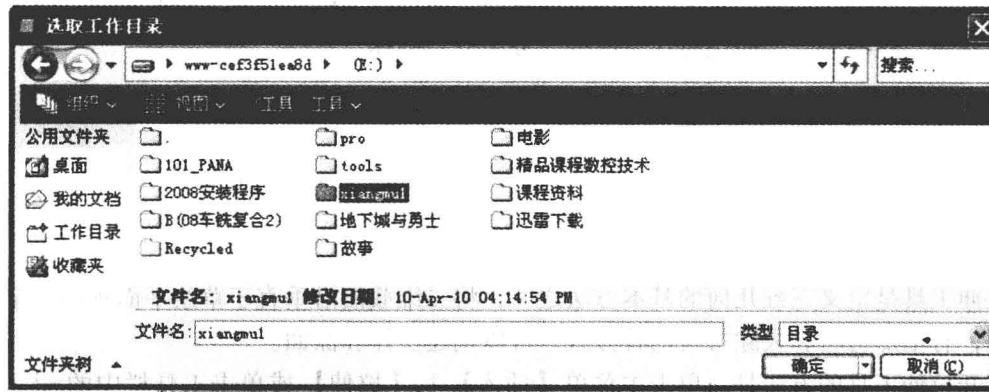

图 1.1-4 【选取工作目录】对话框
(1) 设置工作目录：应用 Pro/ENGINEER 软件进行文件操作时，建议首先设置工作目录，有利于文件操作路径的一致性。单击主菜单【文件】 | 【设置工作目录】，系统弹出如图 1.1-4 所示的【选取工作目录】对话框，选择盘符和文件夹（如：E:\xiangmul）后，单击【确定】按钮设置完成。在后续进行文件操作时，系统会自动采用设置的路径，如保存文件时，选择的路径就会默认为此文件夹。